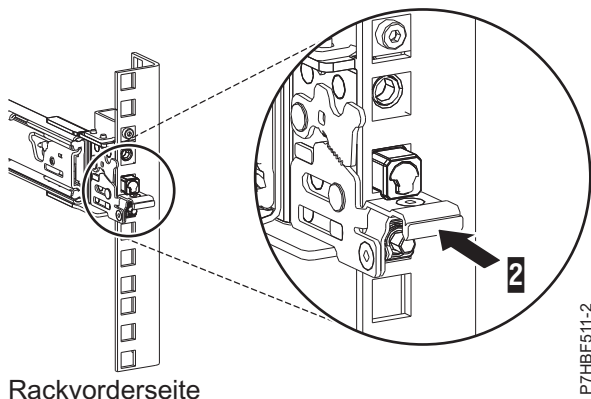

Abbildung 6. An der vorderen Schiene des Racks befestigte Verriegelung
7. Stellen Sie sicher, dass alle drei Stifte aus den Rackbohrungen herausragen, wenn Sie die Schiene nach vorne ziehen, und drücken Sie dann die vordere Verriegelung (2) ganz hinein. Einzelheiten finden Sie unter Abb. 6.